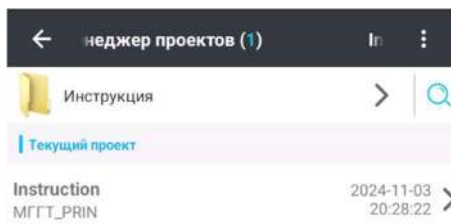

Рисунок 2.3.4
1. Находясь в Менеджере проектов нажмите на троеточие (Рисунок 2.3.4) в верхнем правом углу.